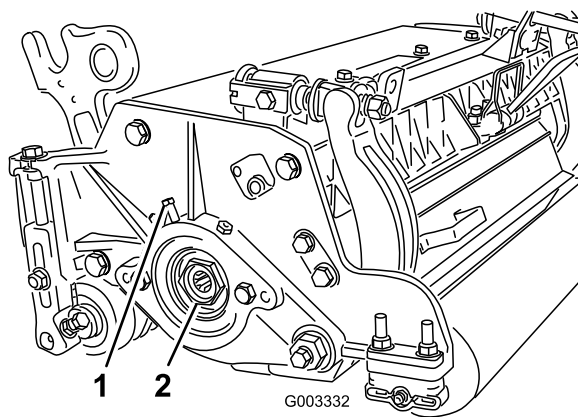

Figura 33
- A. Allentate la vite a testa cilindrica esterna che fissa il dado di regolazione del cuscinetto all'alloggiamento del cuscinetto situato sul lato sinistro dell'apparato di taglio (Figura 33).